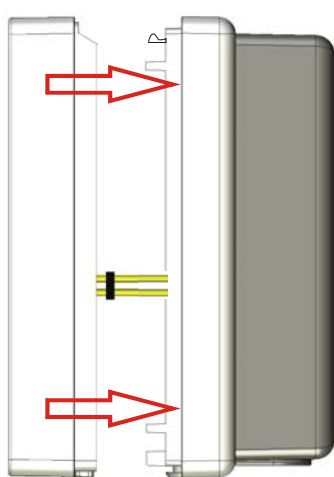

Abbildung 4: Gehäusedeckel stecken
**Stiftleiste X1 der Leserelektronik sauber in Buchsenleiste X1 der Anschlussplatine (1) einführen!** Siehe Abbildung 4: Gehäusedeckel stecken